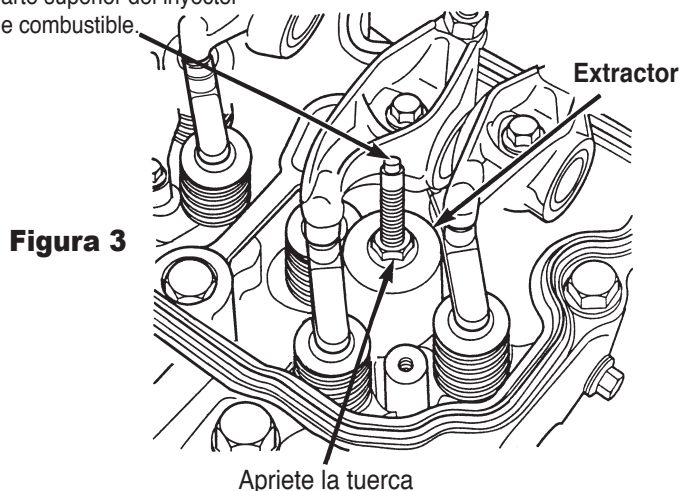

Figura 3
5. Enrosque la varilla del extractor en la parte superior del inyector de combustible. Vea la Figura 3.